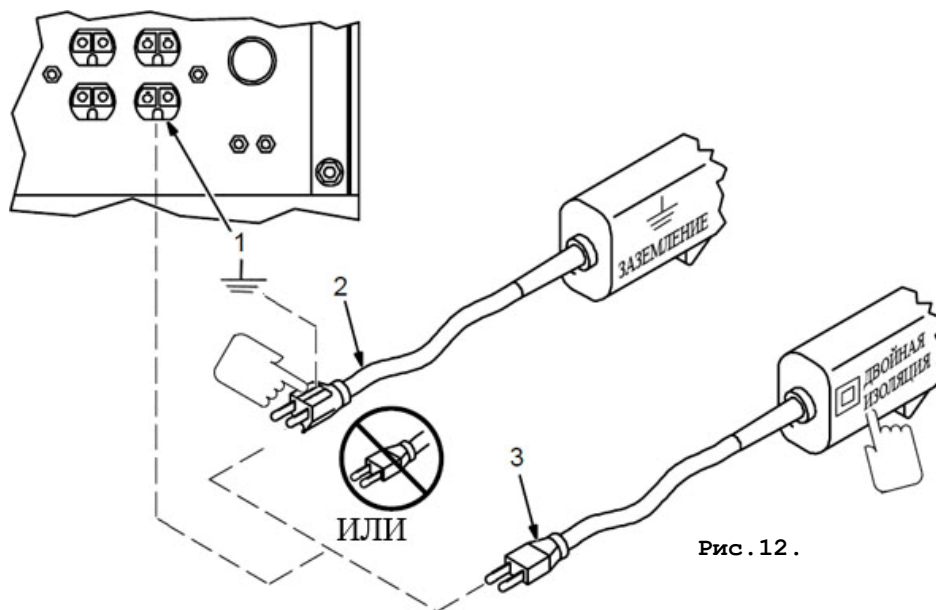

Рис. 12.
2. Электрическая сеть подключения потребителей относится к системе с изолированной нейтралью (IT), предусматривающей защитное заземление открытых электропроводящих частей корпуса.
5. Подключаемые потребители должны иметь (рис. 12):- проводник защитного заземления, проходящий в кабеле подключения, при наличии открытых электропроводящих частей корпуса,